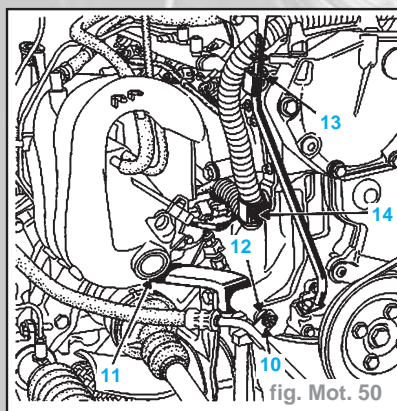

fig. Mot. 50
- La fixation (10) (fig. Mot. 50)